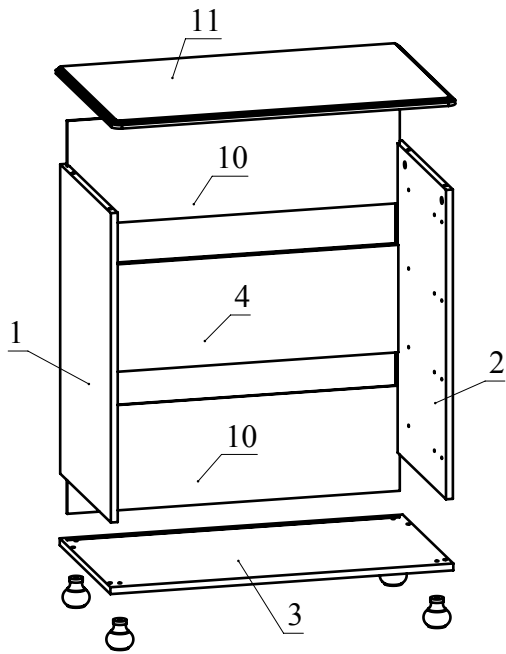

Рис.6
5. В пазы деталей 1, 2, 4 вставьте задние стенки 10 из ДВП. Соедините при помощи конфирматов деталь 3 с деталями 1, 2 (Рис. 6). Прикрутите при помощи конфирматов опоры к детали 3 (Рис. 6). Соедините деталь 11 с деталями 1, 2, затягивая головки минификсов конфирматным ключом по часовой стрелке до упора (Рис. 6).